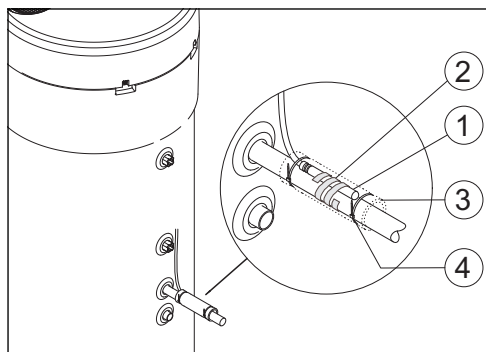

Fig. 8
- Posizionare la sonda di temperatura NTC dell'accessorio [1] come illustrato in fig. 8.